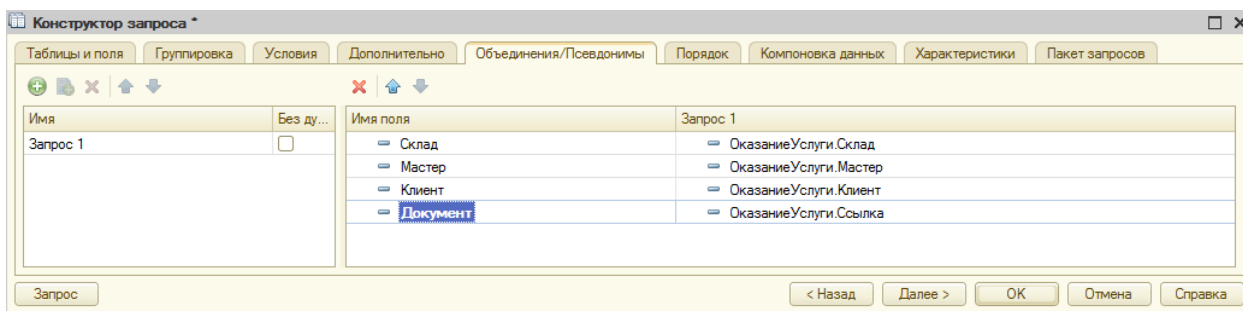

Рисунок 65 Вкладка **Объединения/Псевдонимы**
6. На вкладке **Объединения/Псевдонимы** укажите, что поле **Ссылка** будет иметь псевдоним **Документ** (рис. 65):